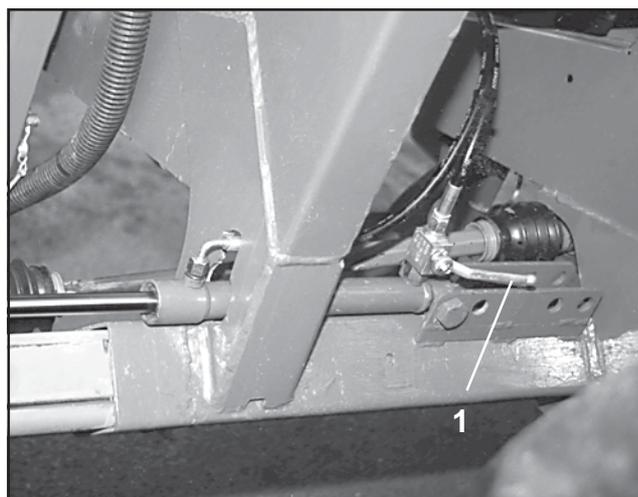

Fig. 6.7
- Pour raison de sécurité, fermez avant tout transport, la vanne (6.7/1) de la modulation de largeur de voie comme illustré en fig. 6.7.